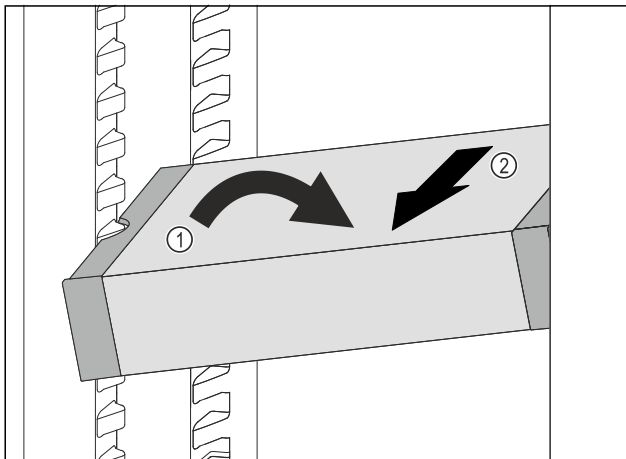

Fig. 41
- Coloque el VarioSafe inclinado en el compartimento frigorífico. Fig. 41 (1)
- Extraiga el VarioSafe hacia delante. Fig. 41 (2)